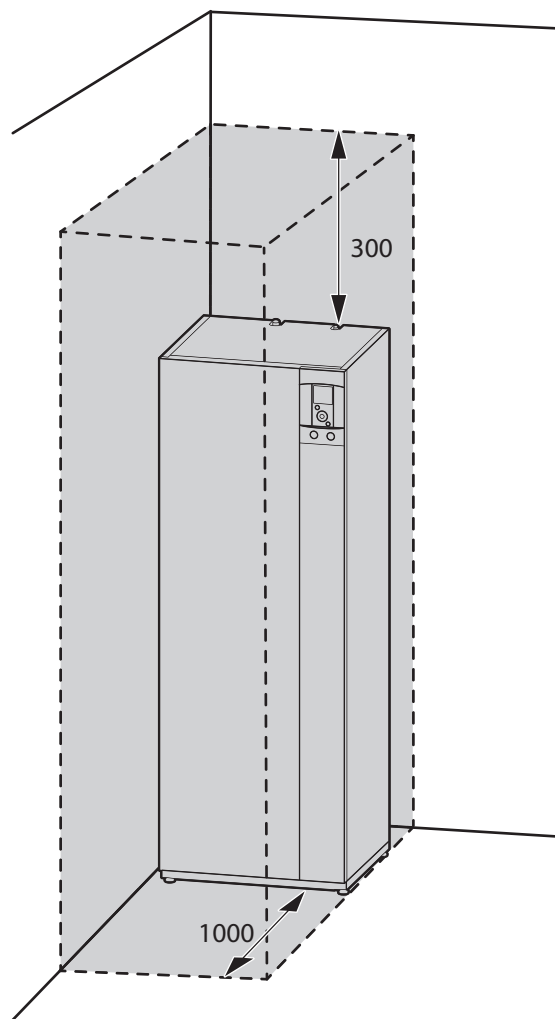

fig. 19 - Spazio minimo d'installazione minimo intorno al modulo idraulico per la manutenzione
- Per facilitare le operazioni di manutenzione e consentire l'accesso ai vari organi, si consiglia di prevedere uno spazio sufficiente intorno al modulo idraulico (fig. 19).